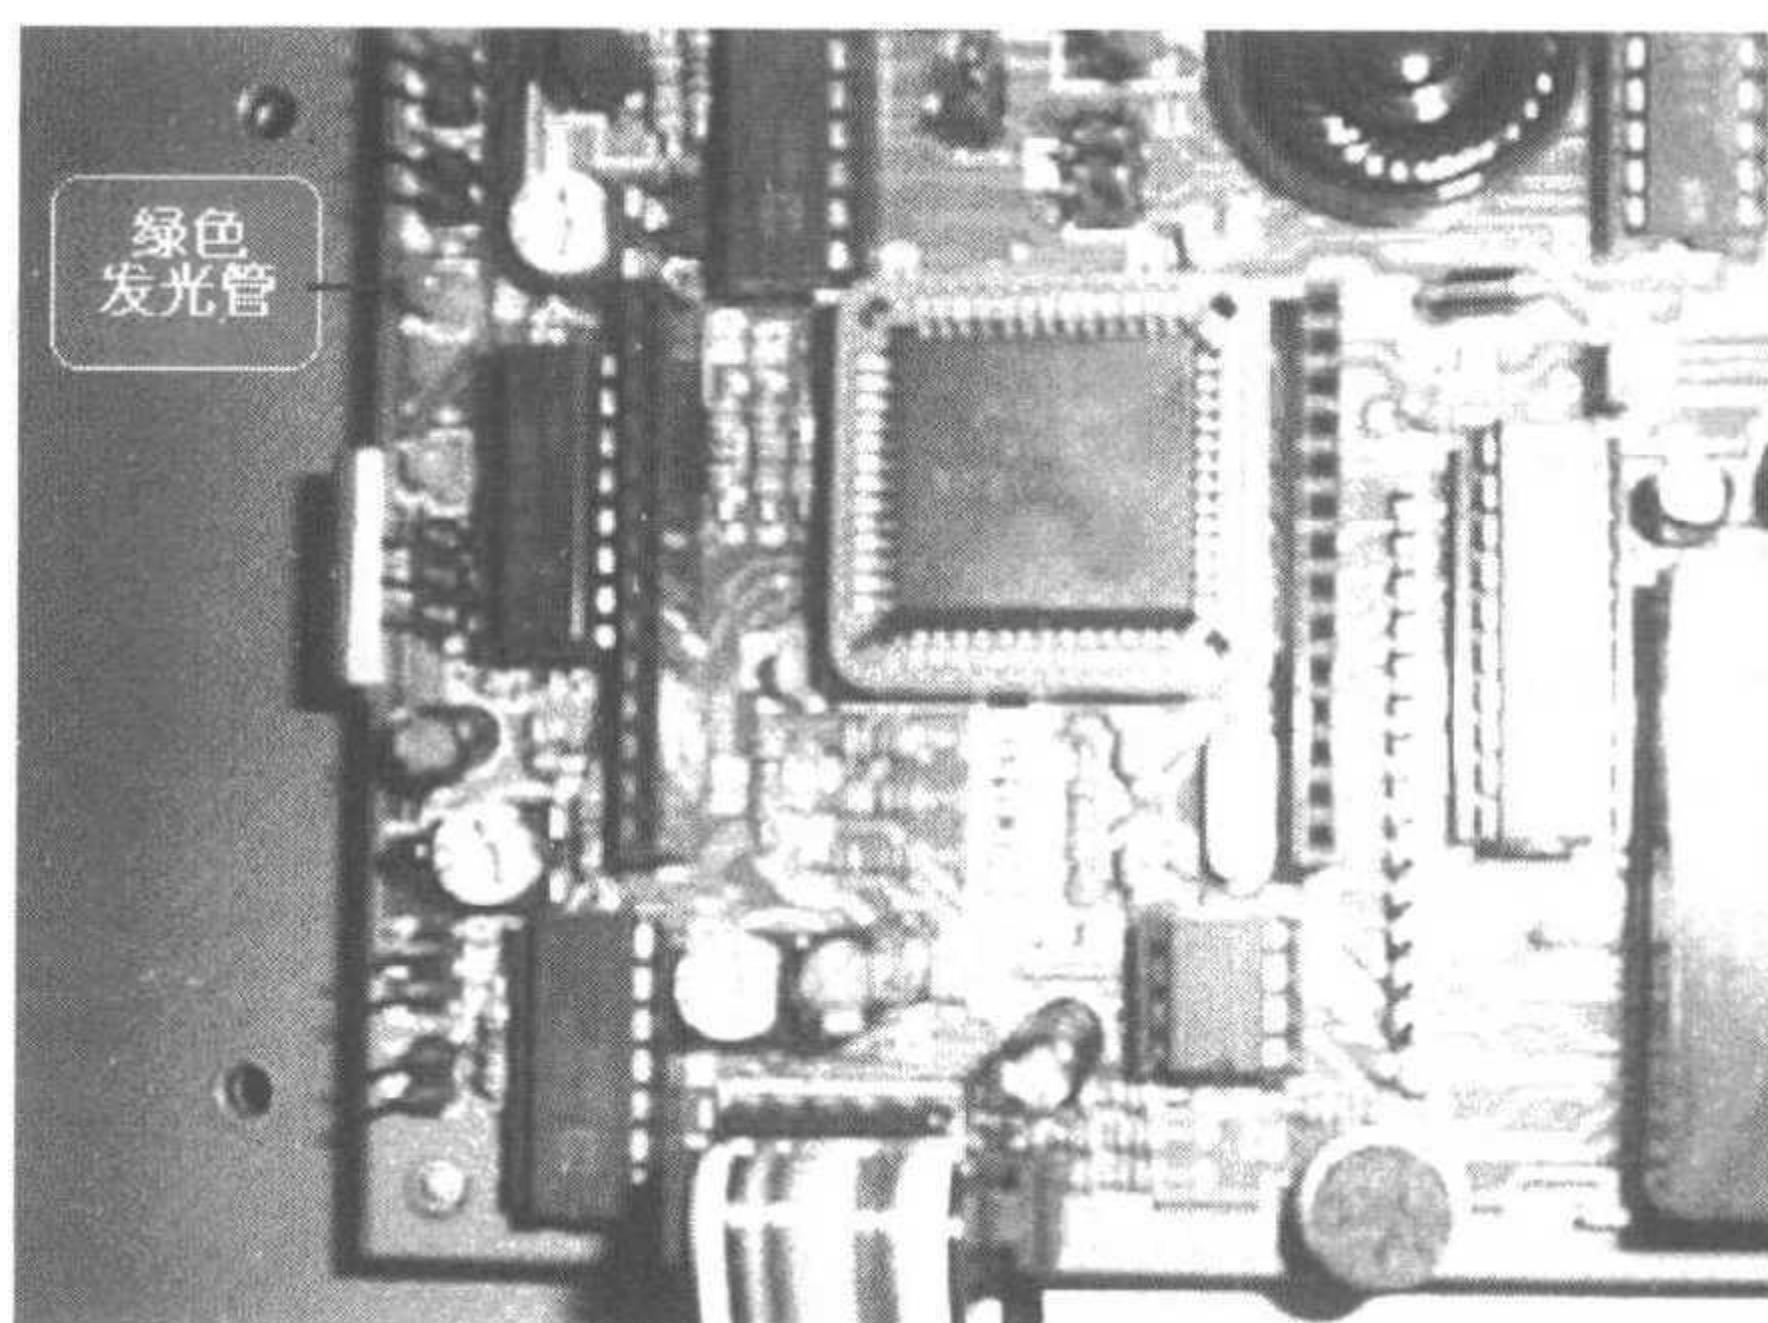

图 1.13 绿色发光管位置图
(3) 把机器人的开关拨到“运行”位置上，此时机器人主控制板上绿色发光二极管亮为正常。如果绿色发光二极管不亮，其故障排除方法将在 1.5 节介绍。绿色发光二极管位置如图 1.13 所示。